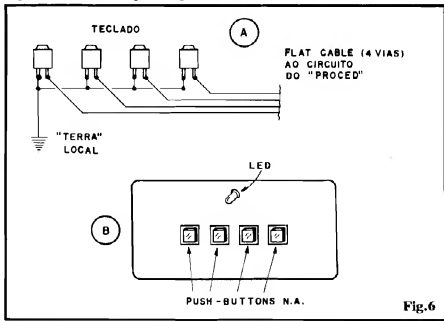

Fig.6
- **FIG. 6 - CONEXÕES DO TECLADO E CONFIGURAÇÃO DO PAINEL DE DIGITAÇÃO** - Conforme já foi dito, nada impede que o conjunto de 4 teclas seja instalado em ponto remoto (com relação à placa "mãe"). Nesse caso, a conexão ao ponto N da placa pode ser simplesmente desprezada (ver diagrama 6-A), desde que um dos terminais de cada **push-button** seja levado a um ponto "local" de "massa" (electricamente correspondendo ao negativo do sistema elétrico do carro...). Os outros terminais poderão ter suas conexões feitas via **flat-cable** com o conveniente número de vias (condutores). Em 6-B temos a sugestão mais óbvia para o painel